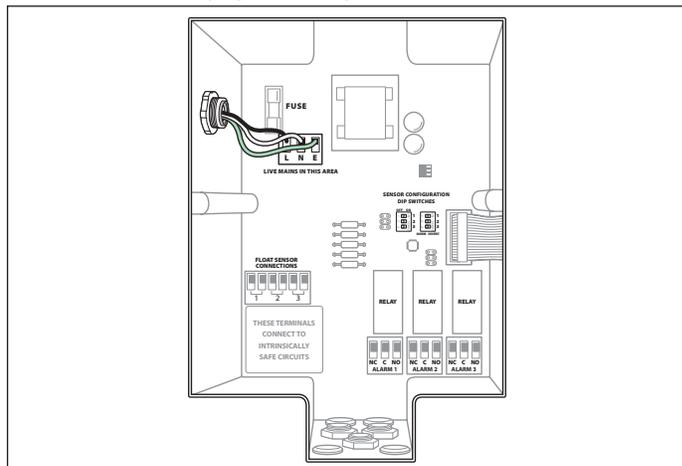

Figure 20-4
2. Connectez les câbles d'alimentation aux bornes « sous tension » (Figure 20-4).